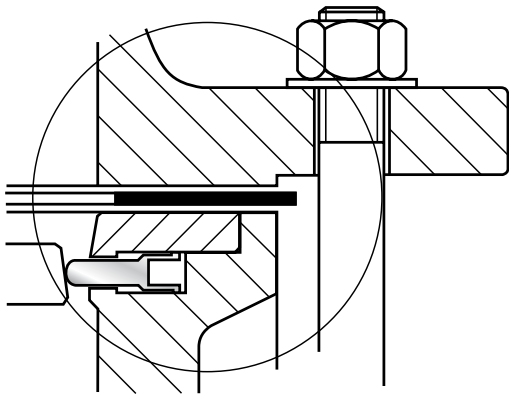

Fig.5-6 Brides et joints
5. Vérifiez que la vanne et les joints de brides soient correctement centrés et que la qualité des joints soit appropriée. Lors d'une bonne fonctionnalité en sectionnement, la compression des brides est transmise à la bague de blocage du siège par l'intermédiaire du joint de bride (→ Fig.5-6).
3. Retirez les vis (→ Fig.5-6/3), pour extraire l'indicateur de position (→ Fig.5-7/2).